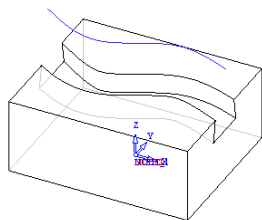

图 2-308 模型调入
2) 调入模型。单击窗口右侧“加工向导”工具栏上的“调入模型”按钮 ，选择“exercise13.elt”（“随书光盘：\Chapter02\exercise13\uncompleted\exercise13.elt”）文件；单击“选择”按钮，选择“使用参考的模型 Model 坐标”选项；然后单击“Feature Guide”对话框中的确定按钮 ，完成模型调入，如图 2-308 所示。